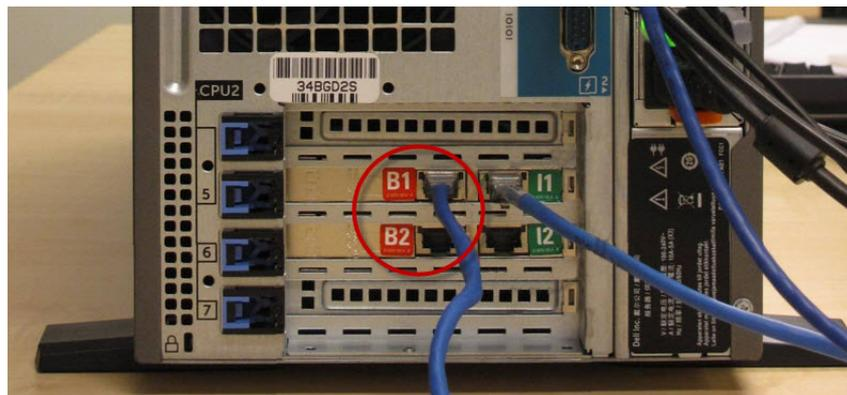

Figura 153: Portas ponte da estação de trabalho
4. Desconecte o cabo da ponte de comando da porta **B1** ou **B2** na estação de trabalho primária. Consulte Figura 153.